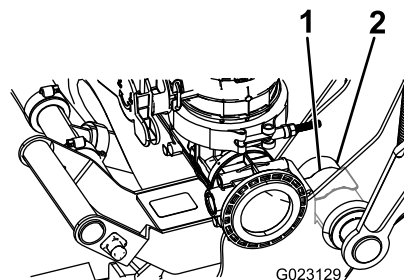

Figura 15
- Empurre até que o grampo encaixe sobre a caixa articulada como se mostra em Figura 15.